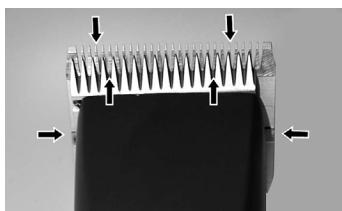

Abb. 22
Für ein gutes Scherergebnis und zur Erhöhung der Lebensdauer der Schermaschine und des Scherkopfes ist eine dünne Ölschicht zwischen dem Ober- und Untermesser unumgänglich (Abb. 22).
- ▶ Schermesser während der Schur ausreichend ölen (mindestens alle 15 Minuten), damit sie nicht trocken laufen (Abb. 22).
Die Messer müssen vor, während und nach jedem Gebrauch geölt werden. Wenn die Messer der Schermaschine Streifen hinterlassen oder sich verlangsamen, ist dies ein sicheres Zeichen, dass Sie Öl benötigen. Einige Tropfen Öl vorne und seitlich auf die Schermesser auftragen (siehe Pfeile Abb. 22). Überschüssiges Öl mit einem weichen, trockenen Tuch abwischen. Schmiersprays enthalten nicht genug Öl für eine gute Schmierung, eignen sich jedoch zur Kühlung der Schermesser. Beschädigte oder gekerbte Messer sofort auswechseln um Verletzungen zu verhindern.